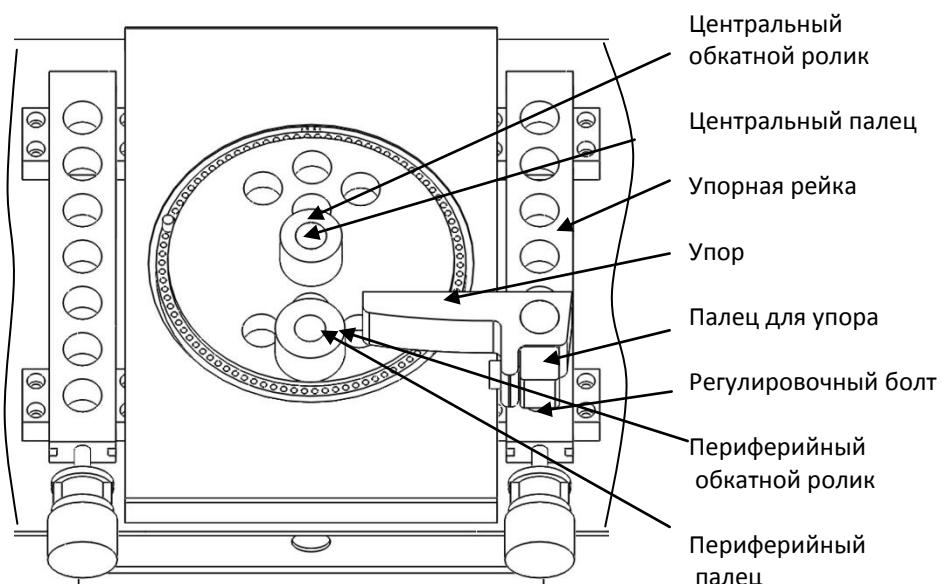

Рис. 3 Рабочая поверхность
- Установите упор в упорную рейку. Упор необходимо зафиксировать при помощи квадратного пальца и регулировочного болта (см рис. 3).